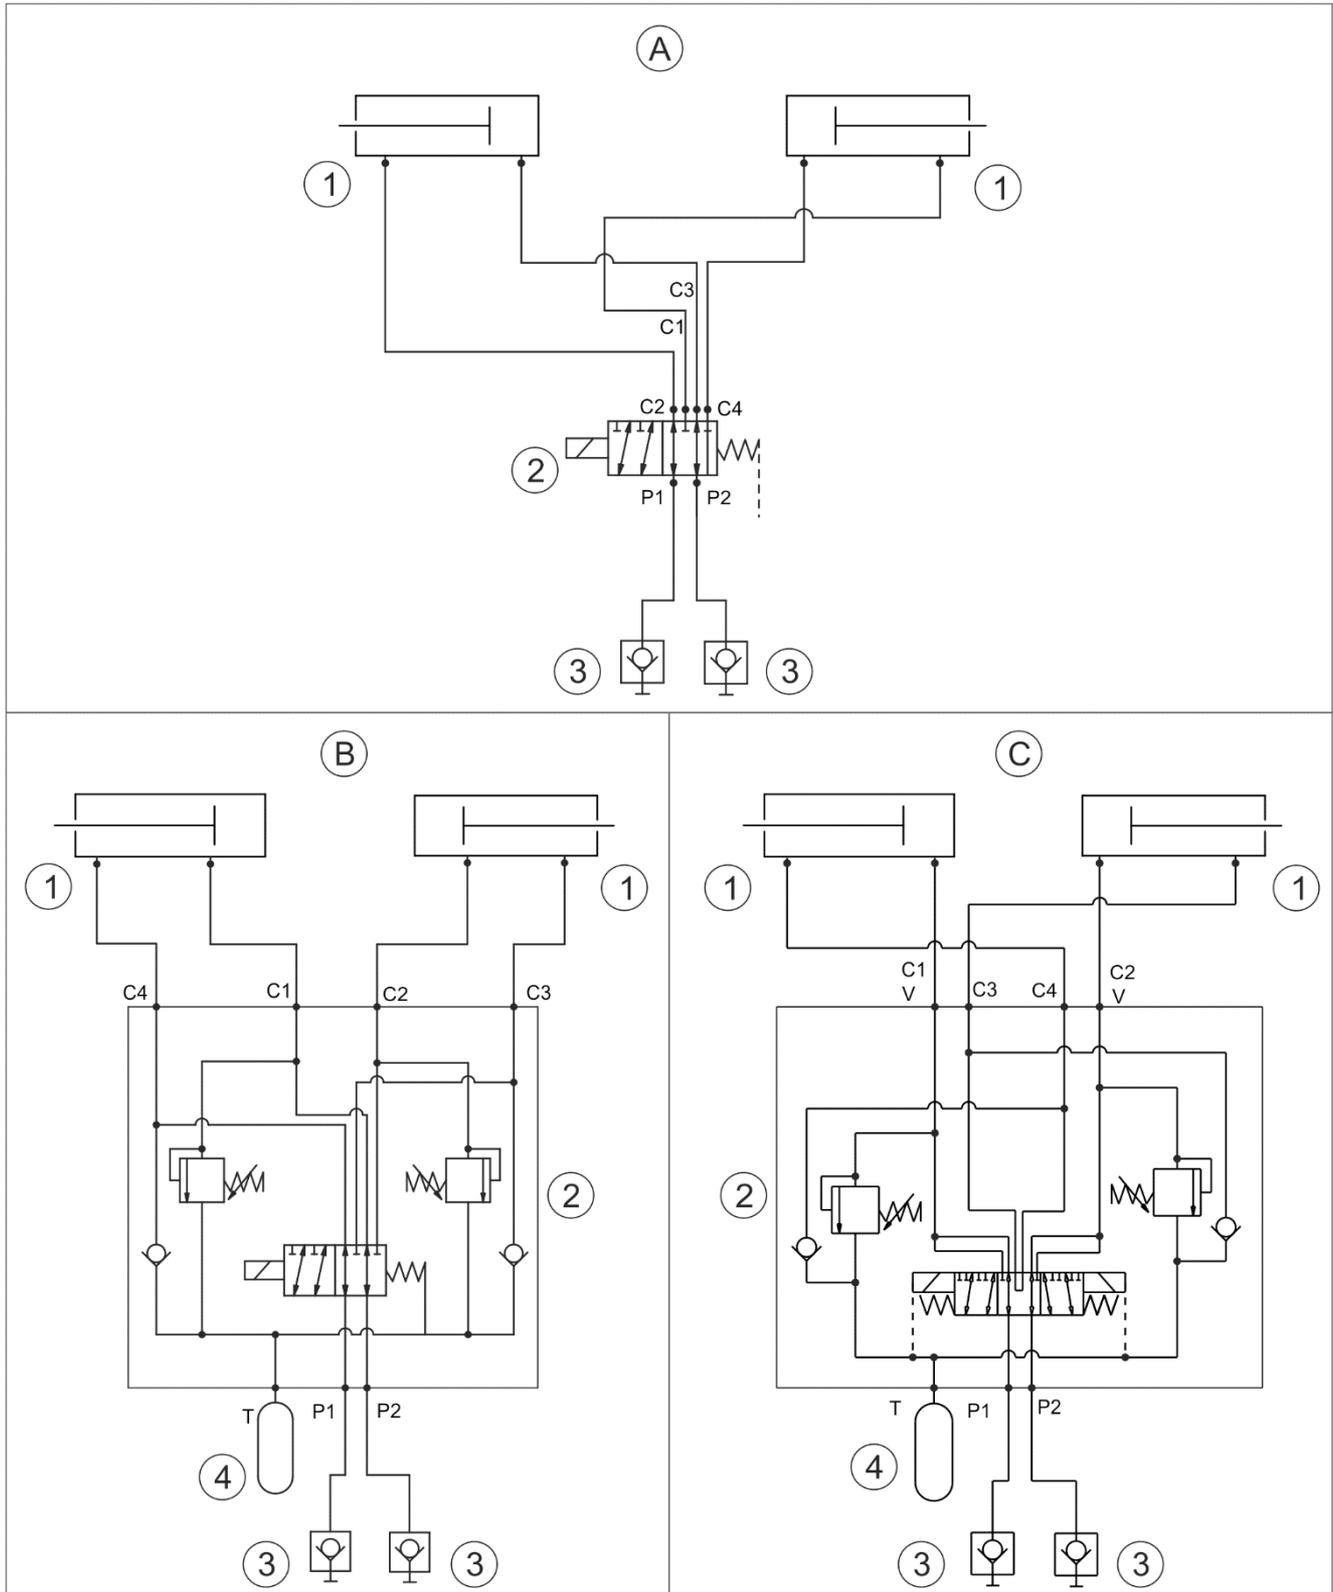

РИСУНОК 3.4 Принципиальная схема гидравлической системы
Снегоотвалы с гидравлической амортизацией (B) и (C) дополнительно оснащаются гидроаккумулятором (4) и электроклапаном (2) с перегрузочным клапаном вместо стандартного электроклапана (РИСУНОК 3.4).